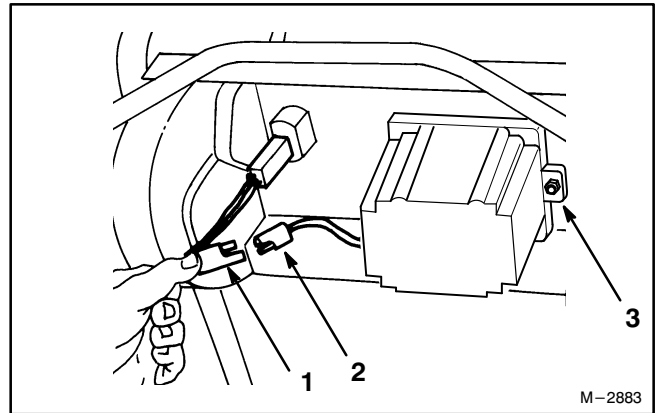

Figure 28
1. Couper le moteur et débrancher le faisceau de câbles de la batterie (Fig. 28).
2. Il est possible de déposer la batterie en enlevant les 2 boulons à tête bombée carrée, les 2 rondelles et les 2 contre-écrous (Fig. 28). Ceci n'est toutefois pas nécessaire si la tondeuse peut être amenée à proximité d'une prise de courant.